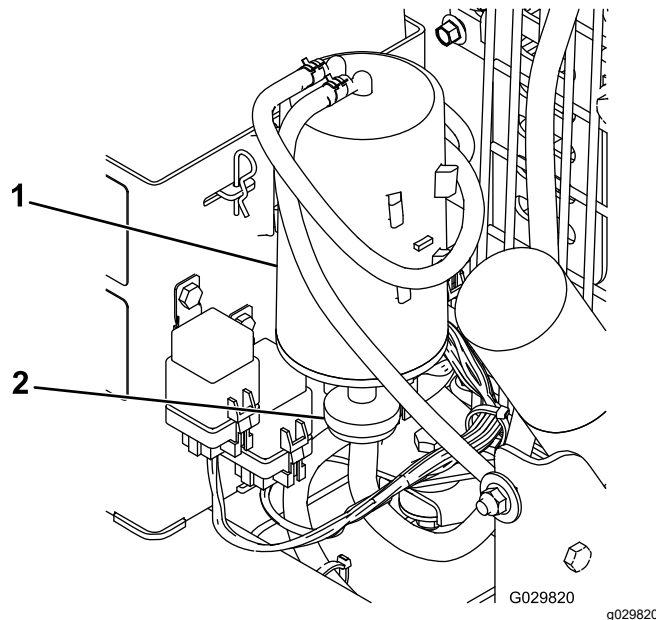

Figura 14
2. Retire e deite fora o filtro de ar do recipiente de carbono (Figura 14).